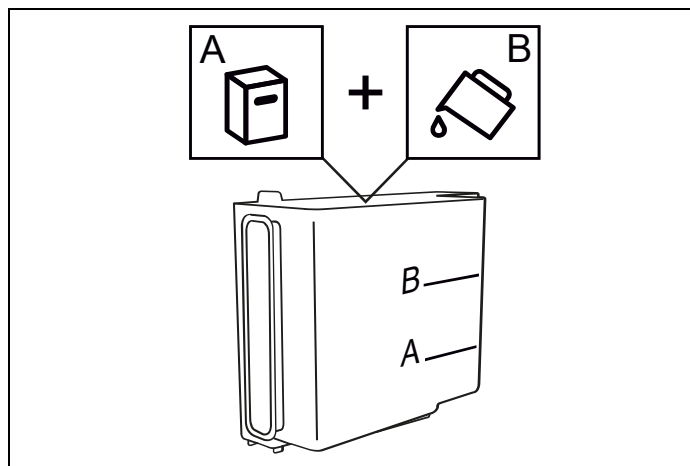

Fig. 56
- Tillsätt avkalkningsmedel (upp till nivå A)** (Fig. 56). Häll avkalkningsmedlet i tanken upp till nivå A som är markerad inuti tanken (motsvarar cirka en 100 ml-förpackning), tillsätt sedan vatten (en liter) upp till nivå B och för tillbaka vattentanken. Tryck på  NEXT.